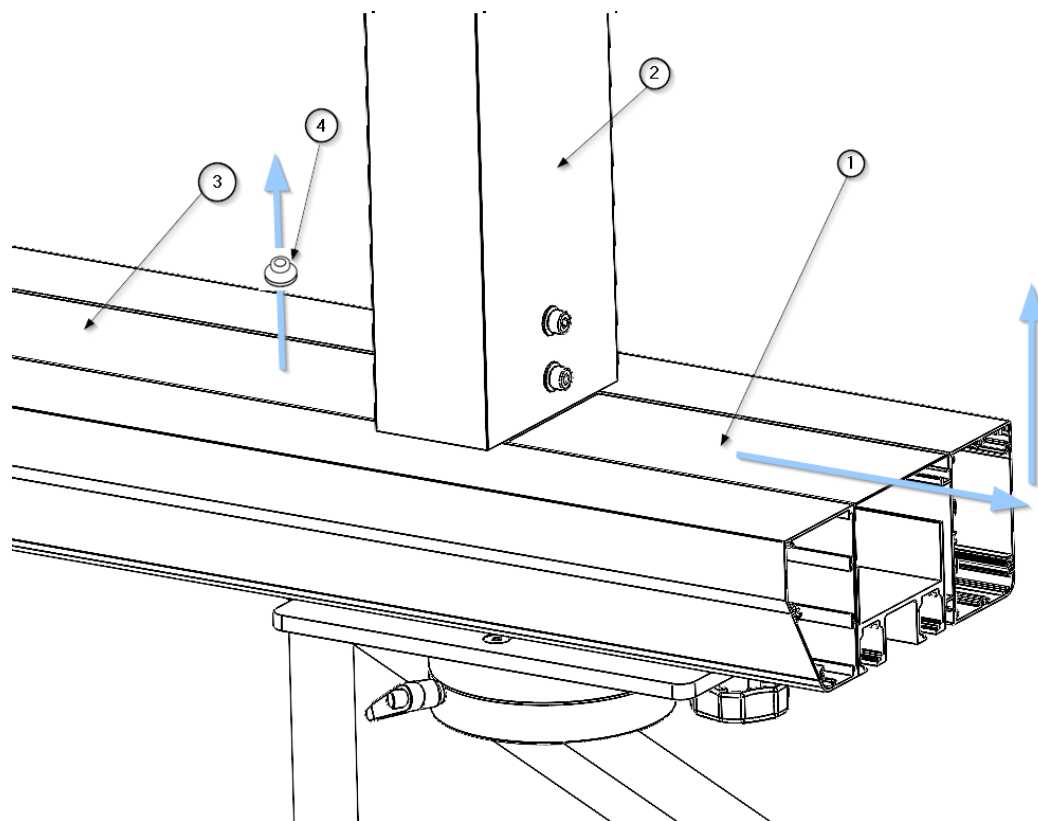

Fig. 3 Démontage des couvercles du corps principal
- À l'aide d'une ventouse ②, retirez le couvercle supérieur ① abritant le diffuseur de lumière indirecte, comme indiqué sur la figure 3. Le module d'éclairage ③ pour la lumière indirecte sera exposé.